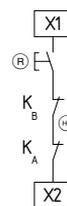

Fig. 9
**Pulsador de rearme externa (con detección de flancos) (véase fig. 9)**